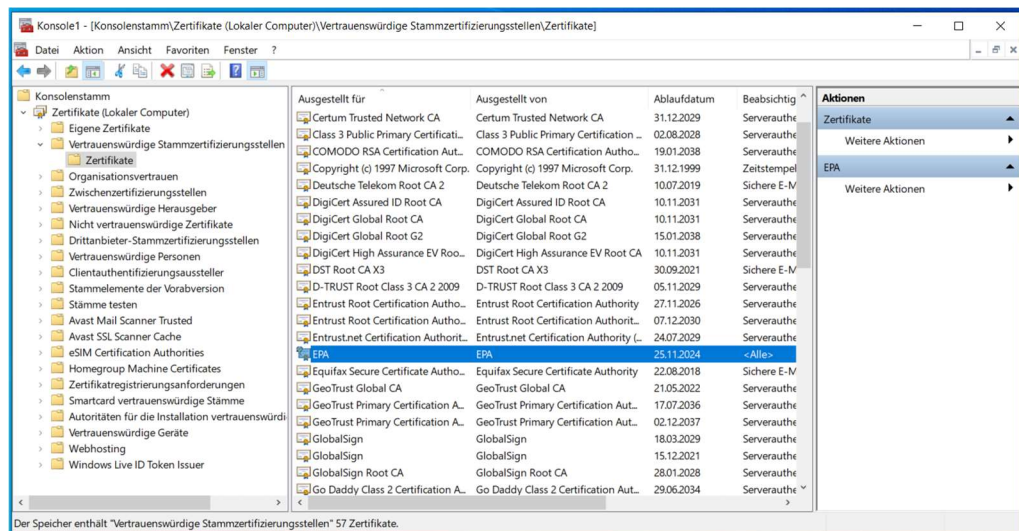

Bild 5.6: Liste der Zertifikate [3]
- Es erscheint das Untermenü *Zertifikate*. Durch Klicken auf Zertifikate erscheint dann eine Liste der Zertifikate, die auf dem lokalen Computer gespeichert sind. Das Bild 5.6 wird dann sichtbar.